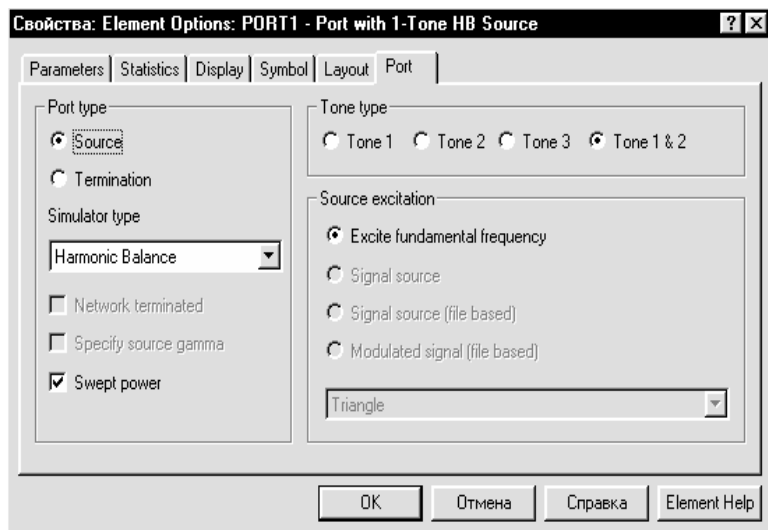

Рис. 3.26
2. Дважды щёлкните левой кнопкой мышки по элементу **PORT1** в окне схемы. Откроется диалоговое окно **Element Options** (Рис. 3.26).
Откроется диалоговое окно **Element Options** (Рис. 3.26).